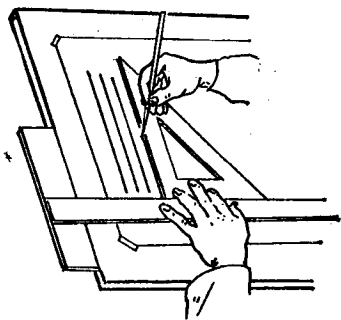

图 0-5 丁字尺和三角板
2. 丁字尺和三角板。丁字尺由尺板和导板组成，导板与尺板垂直而且固定不松动。使用时如图0-5所示：导板紧靠图板左边，上下移动，这样可以借助尺板画水平方位线段，所以用于尺寸画线的一侧要光整。
把三角板的一直角边靠在丁字尺的尺板上，就可以如图0-5那样由下至上画铅垂方位线段。三角板应在250毫米以上。一套三角板由 45° 和 $60^\circ(30^\circ)$ 二块组成。利用这两块三角板可以画与水平成 30° 、 60° 、 45° 斜线。两块三角板配合还可画出 75° 斜线。